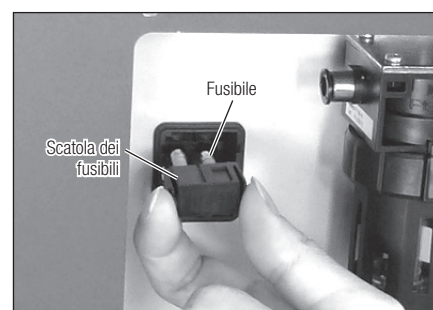

Fig. 30
- 3) Spingere contemporaneamente verso l'interno i denti di arresto della scatola fusibili, estrarre il fusibile e rimuoverlo (Fig. 30).